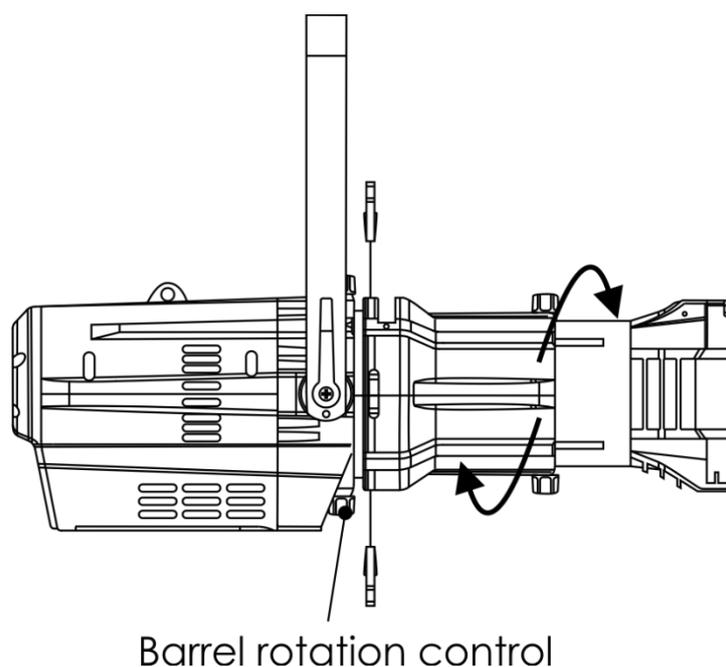

Fig. 09
- 01) Allentare il controllo di rotazione del tamburo. Si trova direttamente dietro agli otturatori sul lato inferiore dell'alloggiamento del riflettore (fig. 09). **Non togliere il controllo di rotazione del tamburo.**